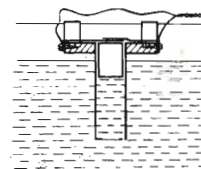

Fig. 375. L'apparecchio appeso, visto in sezione.
La figura 374 ci mostra come possiamo costruire un semplice segnalatore di livello, che richiami la nostra attenzione, per esempio, prima del traboccamento d'una vasca da bagno, d'un mastello per la raccolta della pioggia ecc. L'apparecchio è costituito da un tubo (1) del diametro di circa 30 mm e della lunghezza di circa 200 mm, munito, alla sua estremità inferiore, di linguette ripiegate verso l'interno, e alla sua estremità superiore, di linguette ripiegate verso l'esterno. Con queste ultime il tubo è inchiodato in un foro dell'assicella (2), sulla quale sono avvitate due molle di contatto (3) e (4), le cui estremità si sovrappongono, senza toccarsi, esattamente al centro della luce del tubo. Entro il tubo è collocato un piccolo galleggiante (5), cilindrico o sferico. Si può appendere l'intero apparecchio all'orlo d'un recipiente, per mezzo di due brida di lamiera (6) avvitate all'assicella. Al salire del livello dell'acqua nel recipiente, sale anche il galleggiante entro il tubo, fino ad incontrare la molla di contatto inferiore. Quest'ultima si flette allora verso l'alto e va a toccare l'altra molla; si chiude così un circuito di corrente, che mette in funzione una suoneria (fig. 375).